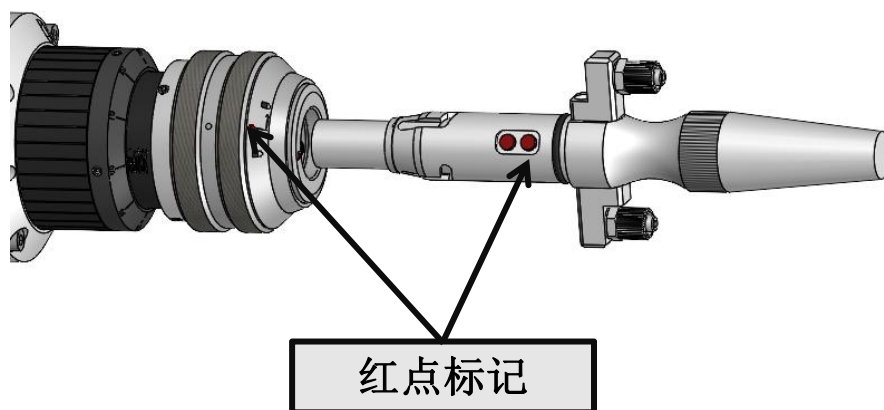

图1.9
- ④ 光纤头上红点对准QBH连接器的红点，慢慢将光纤头插入QBH连接器中，如下图1.9所示：